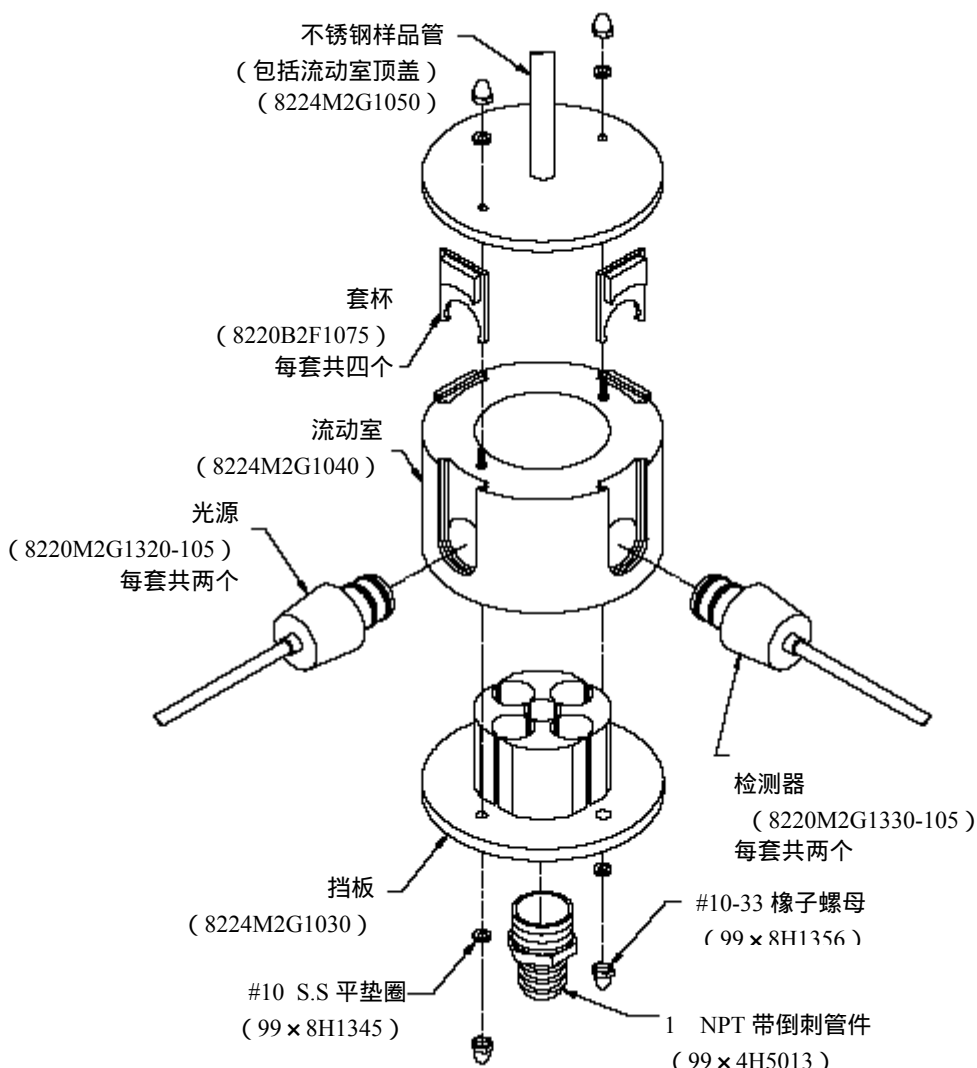

图 3-2 传感器流动室组件详图
3. 通过旋松底部的两个低帽“ 橡子 ”螺母从传感器流动室上拆下挡板 (详见图 3-2)。使用一个 3/8 英寸的开口扳手或者一个可调扳
- b) 通过旋松底部的两个低帽“橡子”螺母从传感器流动室上拆下挡板（详见第三部分的，5.3 节中的图 3-2）。使用一个 3/8 英寸的开口扳手或者一个可调扳手。小心不要旋松固定垫圈。